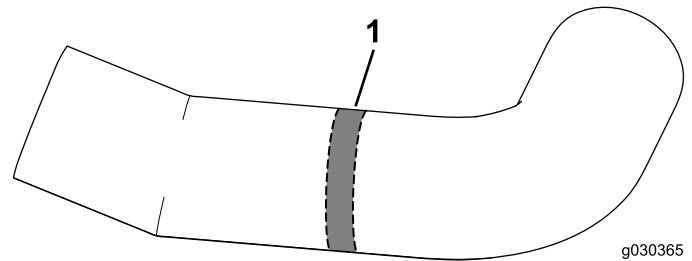

Figura 35
3. Retire una sección de 13 mm de la manguera, tal y como se muestra en la Figura 35.